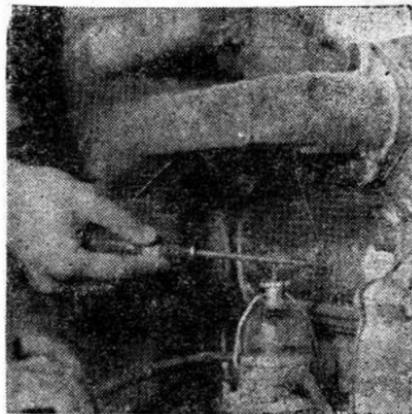

图 6
3. 发动发动机，以手心将起子顶住缸体气门室盖处，有震动感觉，此处震动较别处大（图 6）。